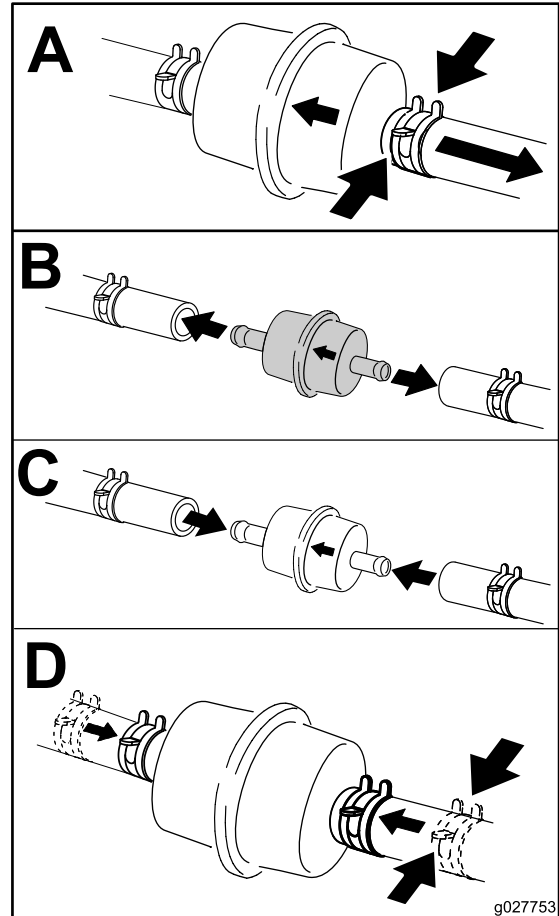

Figura 28
3. Cambie el filtro de combustible como se muestra en Figura 28.